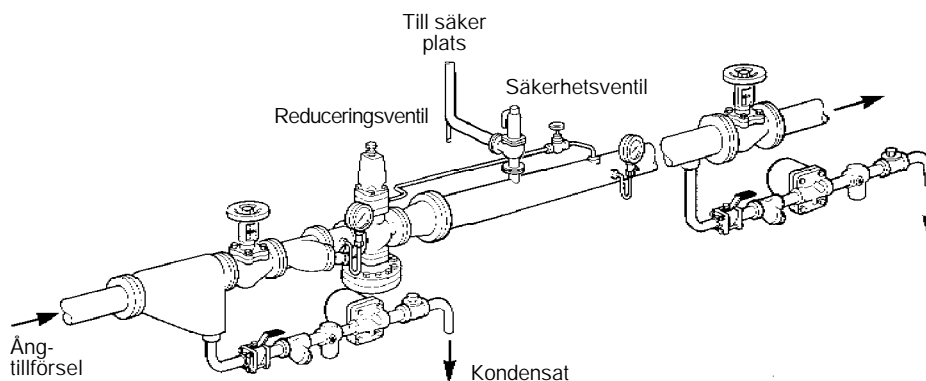

Fig. 1 Typisk installation av säkerhetsventil, på utloppssidan av en reducerstation
- 3.1 Säkerställ att installationen är korrekt (fig. 1), sid 2.